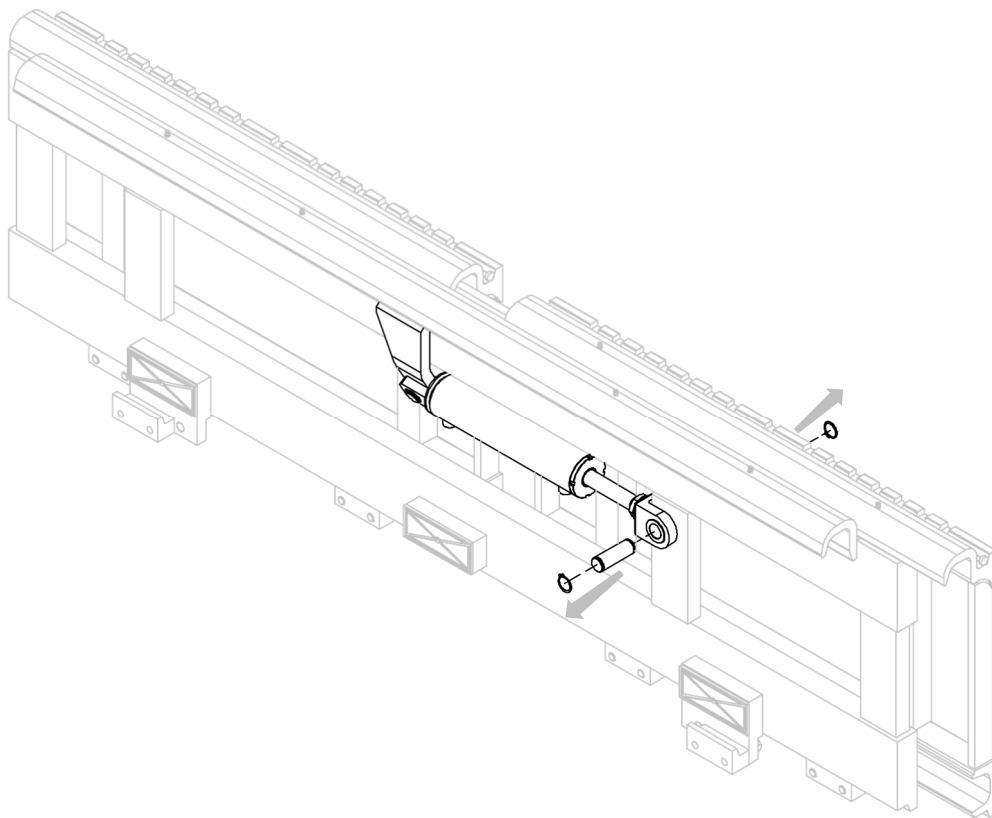

Figure 2
4. Retirer le pivot, avec les anneaux élastiques appropriés, qui lie le vérin de translation de la structure arrière, et donc également son double crochet, à la structure de l'équipement (voir Figure 2).